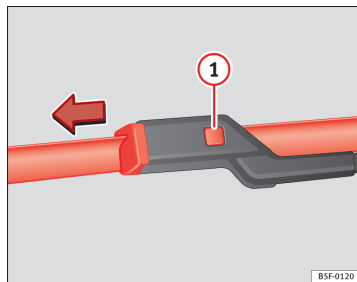

Fig. 113 Remplacement des balais d'essuie-glace.
- Maintenez enfoncée la touche de déverrouillage ⇒ fig. 113 ① et tirez ensuite légèrement sur le balai d'essuie-glace dans le sens indiqué par la flèche.